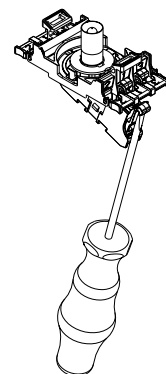

Fig. 10b
- 3b: Smontare il segnalatore luminoso (vedere Fig. 10b): smontare dal portacontatti: inserire il cacciavite nel dente di tenuta dell'elemento di contatto a) / dell'elemento luminoso b). Muovendo leggermente il cacciavite in direzione dell'elemento di contatto a) / dell'elemento luminoso b) spingere il dente verso l'esterno. L'elemento di contatto a) / l'elemento luminoso b) si sgancia dal portacontatti.